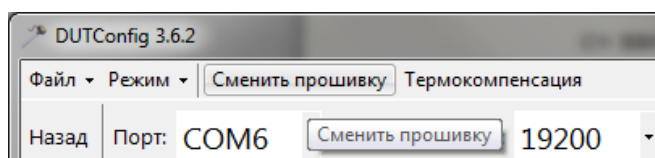

Рисунок 28 – Смена прошивки
1. В Расширенном режиме выбрать меню программы «Сменить прошивку» (рис. 28).